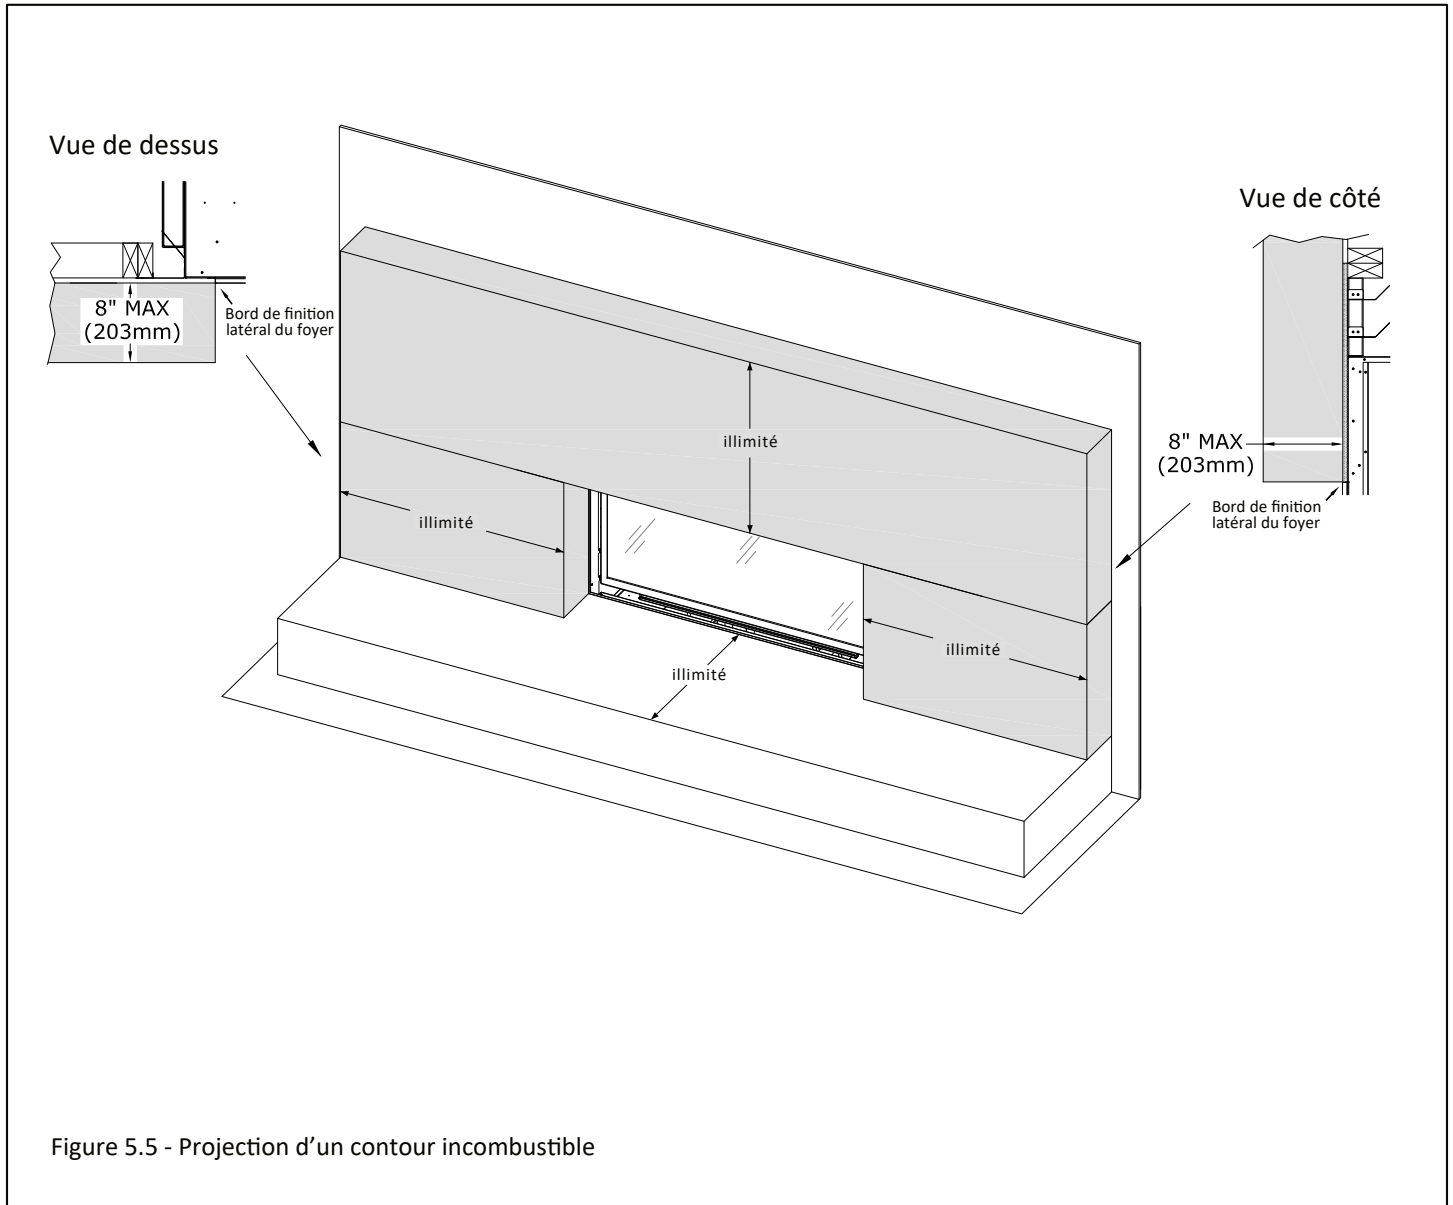

Figure 5.5 - Projection d'un contour incombustible
- Contour incombustible (au haut et aux côtés de l'ouverture du foyer) : Comme le montre la Figure 5.5, un contour incombustible ayant 8 po (203 mm) de projection peut être installé à 0 po (0 mm) des bords de finition supérieur et latéraux du foyer.
La Figure 5.5 montre qu'un contour incombustible ayant une projection maximum de 8 po (203 mm) peut être installé à 0 po (0 mm) des bords de finition du foyer. Les dimensions horizontale et verticale permises du contour sont illimitées. La Figure 5.5 montre que la longueur de projection permise de l'extension d'âtre est illimitée.